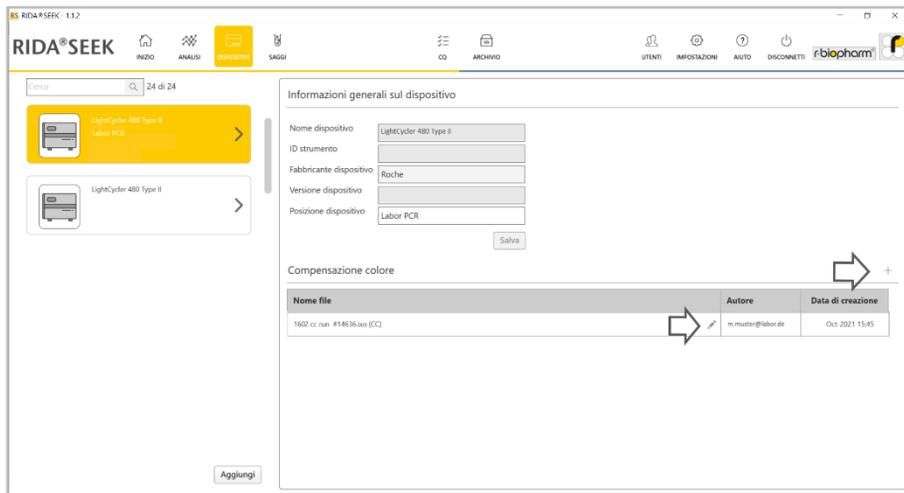

Fig. 11: Modulo **DISPOSITIVI**: aggiungere un file CC con l'icona **+**. Modificare un file di compensazione del colore con l'icona della **matita** (funzione Modifica).
I file di compensazione del colore (CC) possono essere gestiti nel modulo **DISPOSITIVI** di RIDA®SEEK. Per accedere selezionare il modulo **DISPOSITIVI** nel riquadro in alto. Occorre utilizzare una CC per gli strumenti Roche LightCycler® e cobas®. Il file CC può essere aggiunto al dispositivo associato selezionando il dispositivo dall'elenco nel riquadro a sinistra. Nella sezione **Compensazione colore** del dispositivo, selezionare l'icona **+** (funzione Aggiungi) per selezionare un file (Fig. 11). Identificare il file desiderato e scegliere il nome del sottoinsieme "CC" per i campioni di compensazione del colore sulla piastra, come specificato nel software LightCycler® durante la configurazione della piastra. Nella